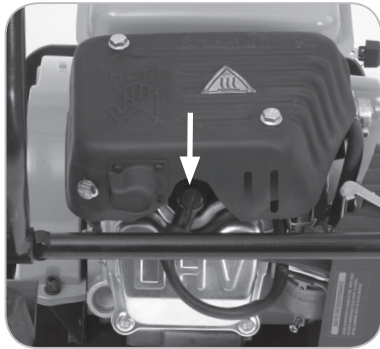

Fig. 13
- Avec une clé à bougie (fournie), retirez la bougie. (Fig. 13)